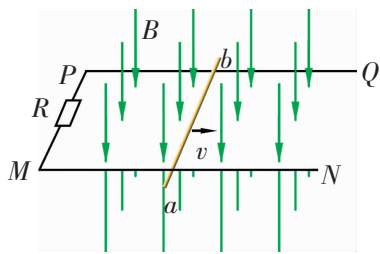

图 1-3-4
**例 2:** 如图 1-3-4 所示, 有两条导轨  $PQ$ 、 $MN$  平行水平放置, 连接电阻  $R$ , 磁场方向竖直向下. 把一根导体棒  $ab$  置于水平导轨上, 紧贴导轨面向右运动. 试判断电阻上的电流方向.